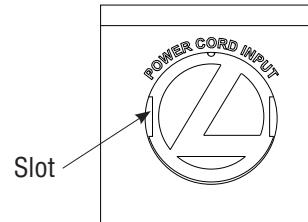
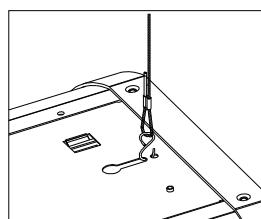

Figure 6
Figure 9
2) To Install power cord to (17) fixture- Locate end of fixture noted "Power Cord Input" and remove Logo plug (9) to expose power cord port. -See Fig 6
3) To remove plug cover (9)- gently insert flat blade screwdriver into slot on either side of cover. Gently pry upward on plug to remove.
4) Unbundle power cord (17) and plug fitting into end of fixture.
2) Pour installer le fils d'alimentation (17) au luminaire- Localiser l'extrémité du luminaire marquée « Entrée du fil d'alimentation » et retirez le bouchon Logo pour exposer le port du fil d'alimentation. - Voir la figure 6.
3) Pour enlever le couvercle de la prise (3)- insérez doucement un tournevis à lame plate dans la fente à chaque côté du couvercle. Soulevez doucement la prise avec le tournevis pour la retirer.
- 6) While supporting fixture assembly, attach "S" hooks (4) to housing. Slide hooks through openings on top of Housing (1) and crimp both ends of hook.- (See Figs.9 and 10)
- 6) Tout en soutenant l'ensemble de luminaire, attachez les crochets « S » (4) au boîtier. Glissez les crochets à travers les ouvertures au-dessus du boîtier (1) et sertissez les deux extrémités du crochet.- (Voir figures 9 et 10)